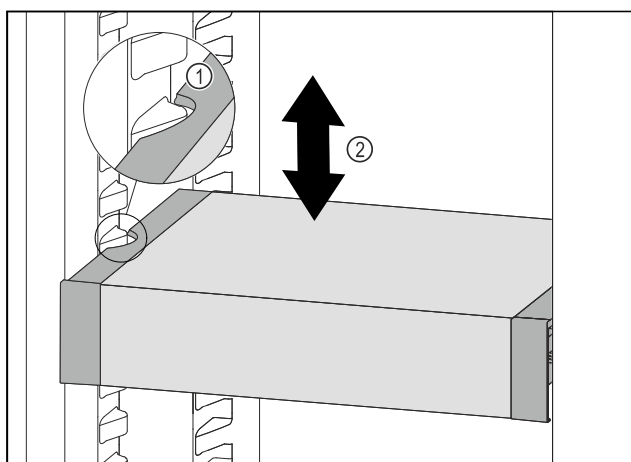

Fig. 135
- 向前移动 VarioSafe，直到 VarioSafe 两侧的凹槽与冷藏区中的容器肋梁持平。Fig. 135 (1)
- 在冷藏区中向上或向下移动 VarioSafe，直至所需高度。Fig. 135 (2)